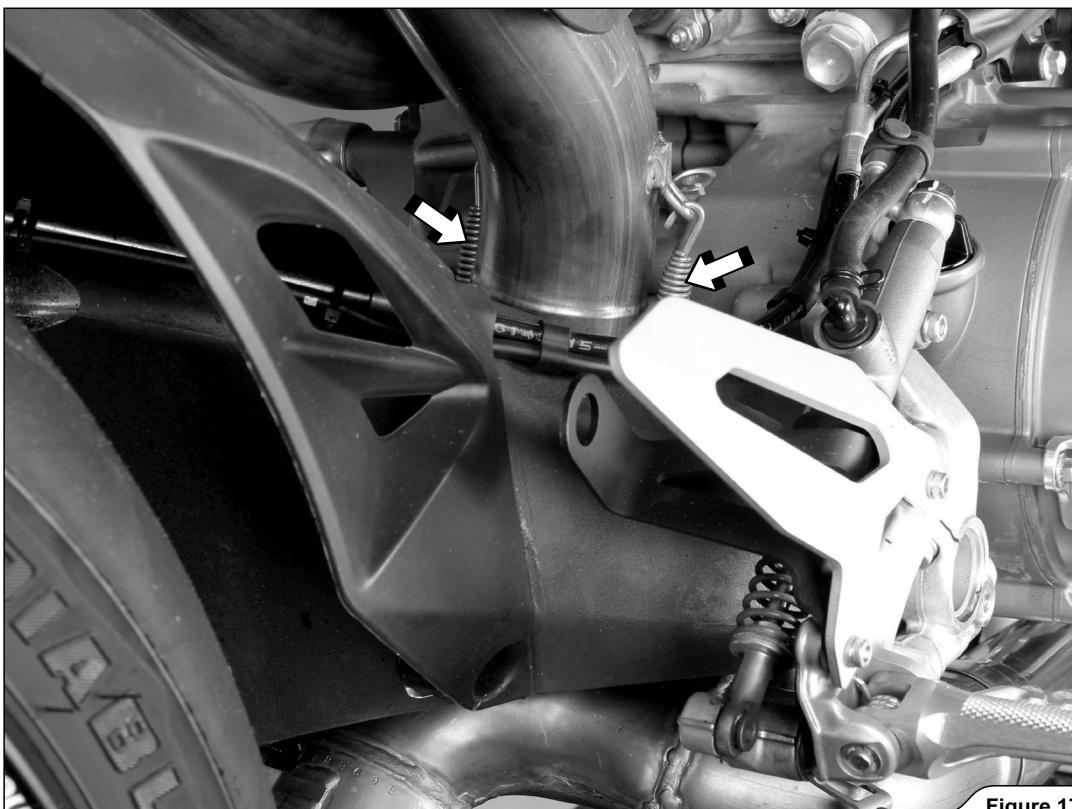

Figure 17
7. Décrocher les ressorts du collecteur arrière indiqués et déposer avec soin le collecteur du motocycle (Figure 17).
7. Die angegebenen Federn des hinteren Krümmers aushaken und den Krümmer vorsichtig vom Motorrad entfernen (Figure 17).